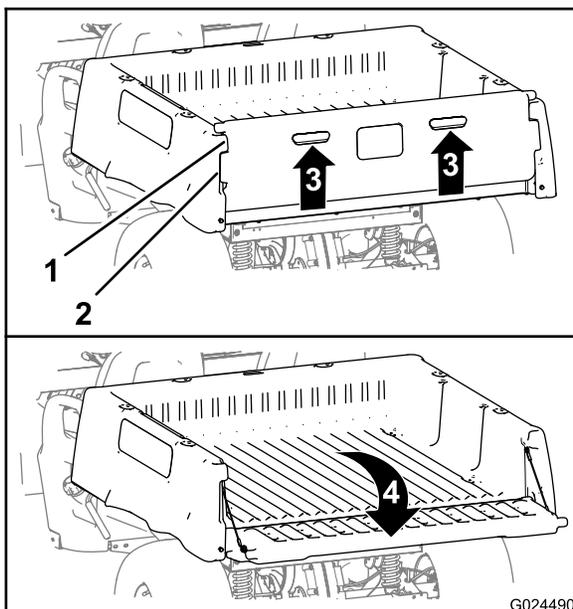

図 20
2. テールゲートのバックパネルについているフィンガーグリップを持ち上げる 図 20)。
3. テールゲートのロックフランジを、荷台のテールゲートフランジの開口に合わせる 図 20。
4. テールゲートを後方に倒す 図 20。
- テールゲートを立てて閉じ、ロックフランジテールゲート側がテールゲートポケット荷台側と面一になるようにする 図 20。
7. 荷台の背部まで、テールゲートを下る 図 20。